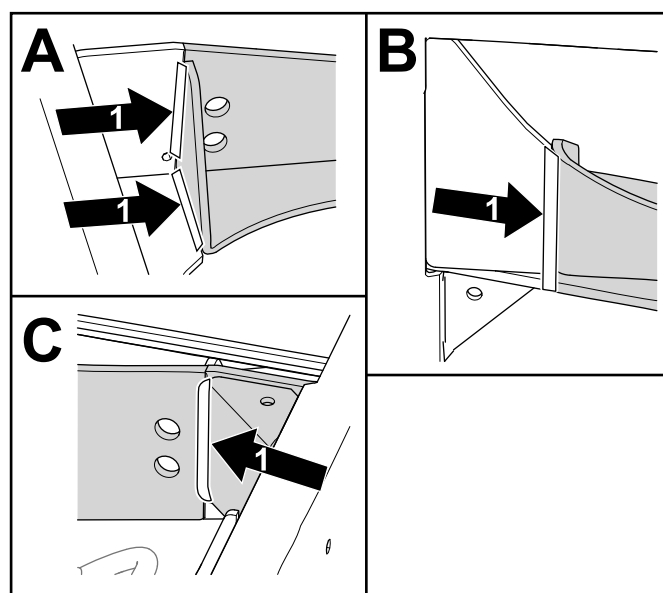

Figura 15
1. Solde o suporte do eixo à estrutura nas áreas que se mostram em (Figura 15). Repita no outro lado.